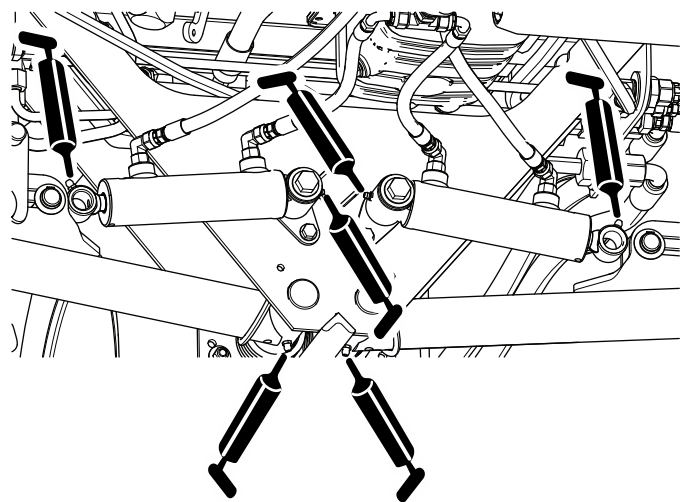

Bild 47
- Hintere Hubarm-Drehzapfen und Hubzylinder (3 Stück an jeder Seite), siehe Bild 47.